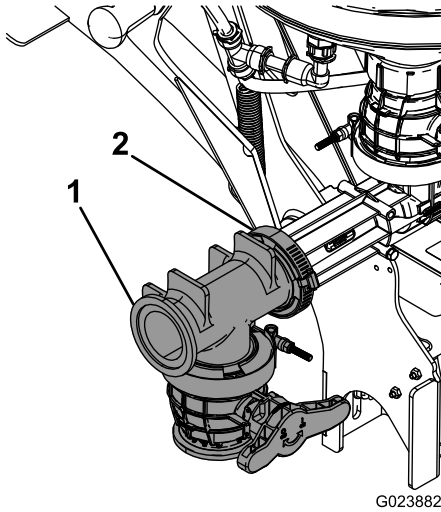

Figura 16
13. Conecte la válvula en T al conjunto del eyector con una junta y una abrazadera sin fin (Figura 16).